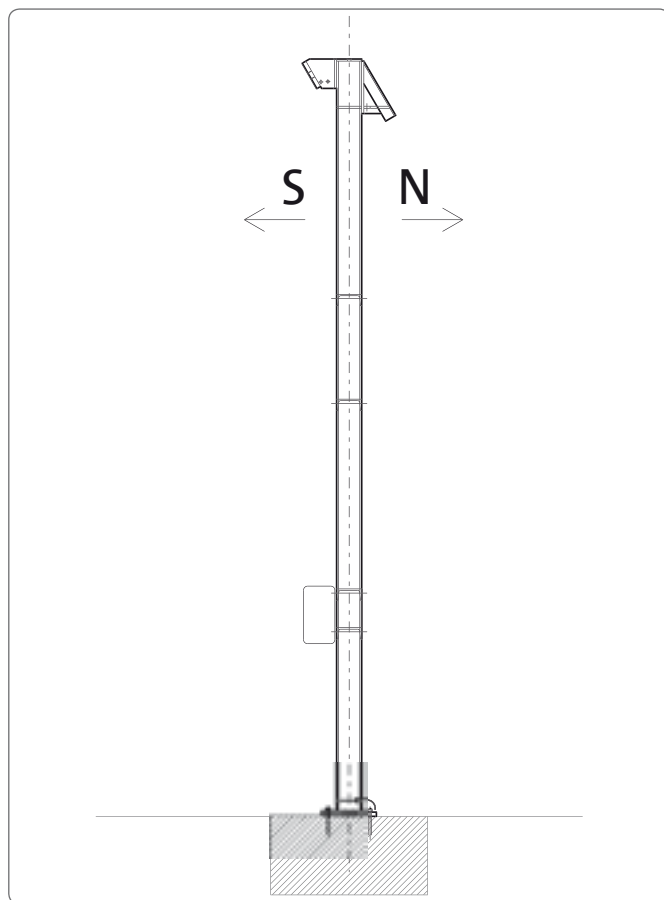

Abb. 1.1: Ausrichtung der Dreieckstütze
1. Die Dreieckstütze wird mit mindestens zwei Personen oder einem geeigneten Hebezeug aufgerichtet (Abb. 1.1) und auf die hinteren beiden Fundamentpunkte positioniert (siehe Verankerungsplan, Abb. 1.2).